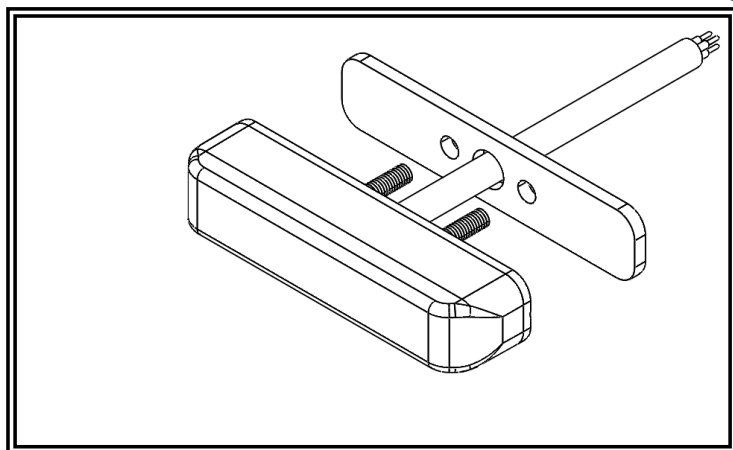

Figura 6
Paso 3. Pase el cable del cabezal de luz a través de la junta corta. Pase el cable a través del orificio central perforado en la superficie de montaje. Monte el conjunto en la superficie con las dos contratuercas de brida M4 (no se muestran). Apriete a un par máximo de 10 in-lb. Consulte la Figura 6.